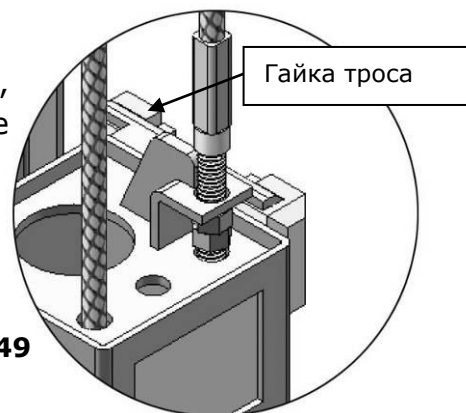

Рис. 49
1. Регулировка троса синхронизации (см. рис. 49)